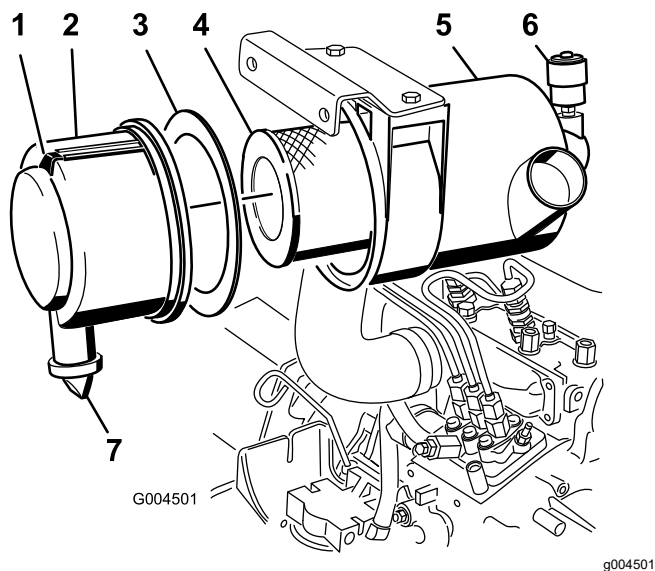

Figura 40
5. Revise el filtro del limpiador de aire cuando el indicador del limpiador de aire se ve rojo (Figura 40).